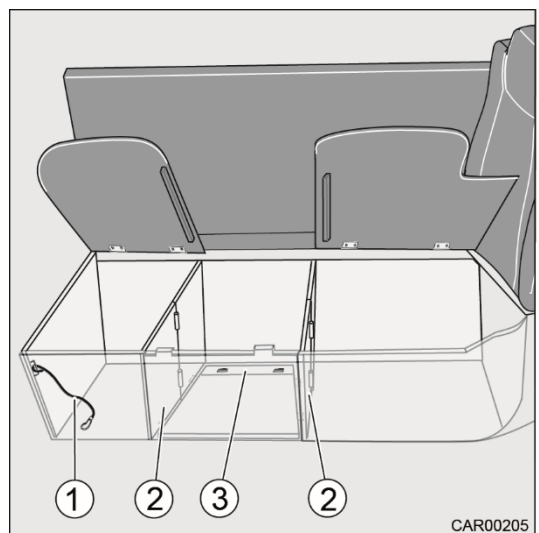

Fig. 34 Transformation du 5e siège
6. Détendre le tendeur élastique (Fig. 34/1) tout en tenant le fond pliant (Fig. 34/3) avec la main.
7. Déplier prudemment le fond pliant (Fig. 34/3), le guider vers le bas et le poser sur l'entretoise.
8. Plier les éléments latéraux (Fig. 34/2) vers le milieu. Ce faisant, introduire les rainures dans les éléments latéraux (Fig. 34/2) dans les tenons du fond pliant (Fig. 34/3).